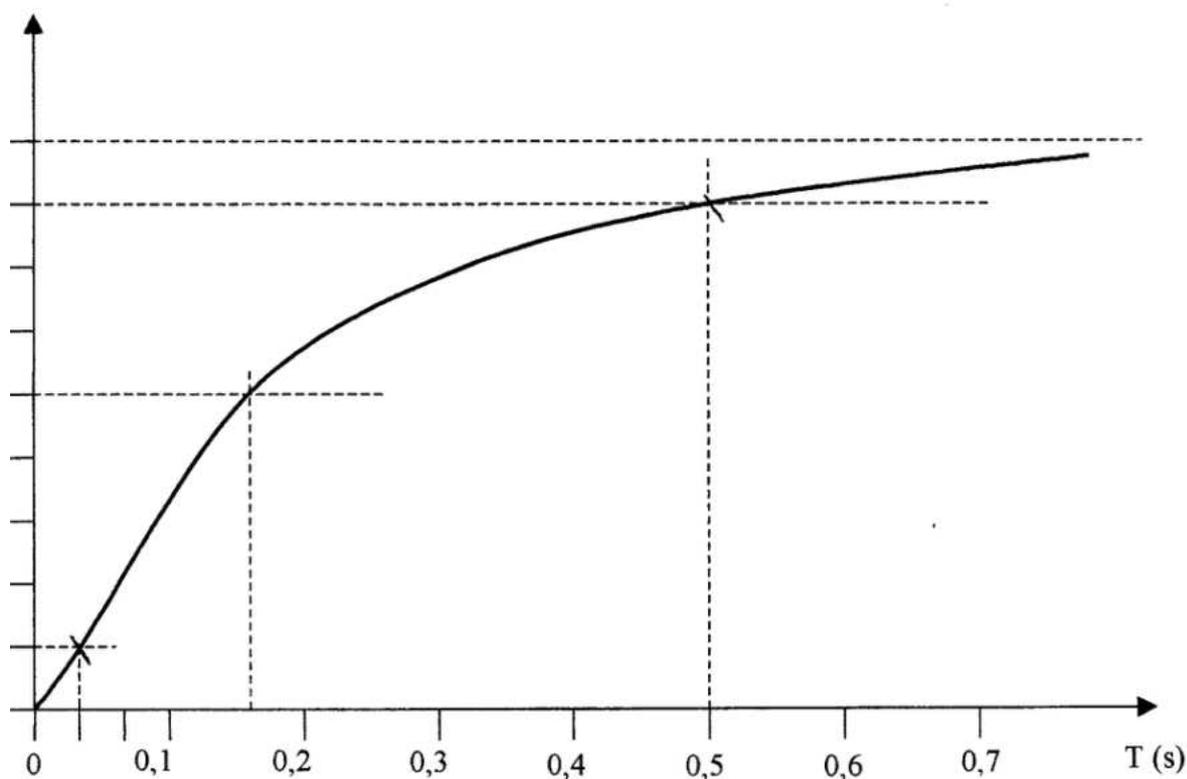

Figure 4
□ Une simulation du démarrage permet de relever le graphe de Ω en fonction du temps, figure 4 page 5/6.